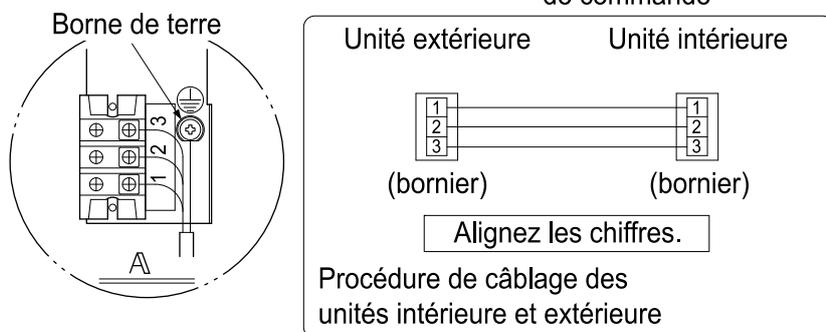

Fig. 29
- Détachez le couvercle du boîtier de commande et la retenue de la tuyauterie comme indiqué sur la **fig. 29** et raccordez les câbles sur les bornes correspondantes du bornier (X2M: 3P), du côté droit de l'unité. Raccordez le conducteur de terre à la borne de terre. Ce faisant, tirez le câblage dans l'unité par le trou de câblage et fixez-le au conducteur de terre à l'aide de l'attache (8).